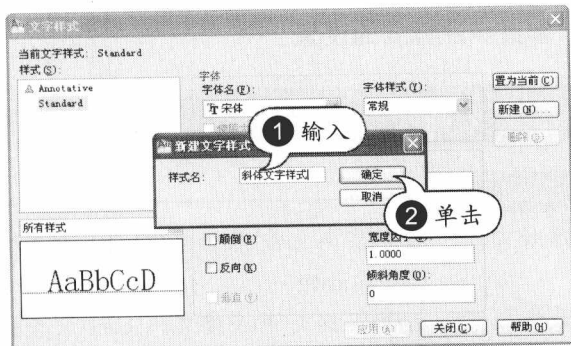

图 1-13 命名文字样式
STEP 02 命名文字样式。输入新样式的名称，然后单击“确定”按钮，如图 1-13 所示。